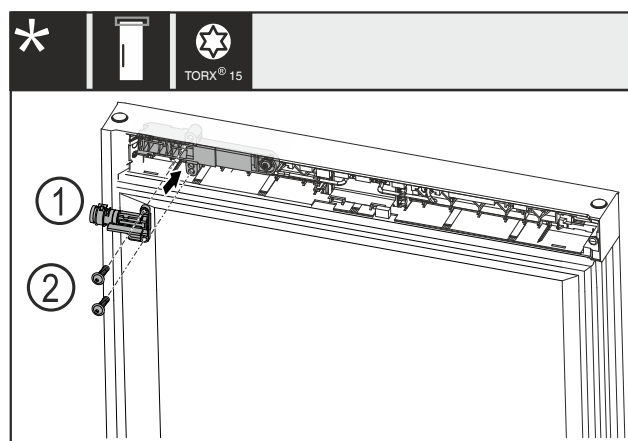

Fig. 23
- Поверните механический замок Fig. 23 (1) на 180° и смонтируйте на противоположной стороне.
- Закрепите механический замок Fig. 23 (1) при помощи винтов Fig. 23 (2).